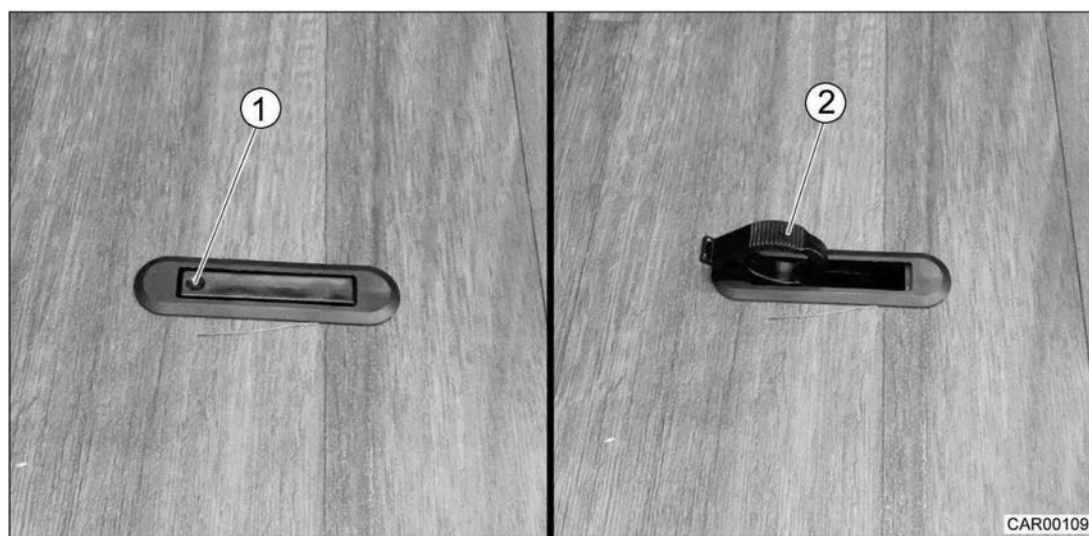

Fig. 103 Dispositif de fermeture dans les trappes de plancher
1. Enfoncer le dispositif de fermeture au niveau du marquage (Fig. 103/1). Le levier à poignée (Fig. 103/2) pivote vers le haut.
1. Fermer la trappe et rentrer le levier de la poignée (Fig. 103/2).